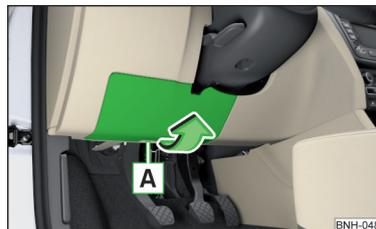

Fig. 185
- Quitar la cubierta de la caja de fusibles » fig. 185 en el sentido de la flecha.